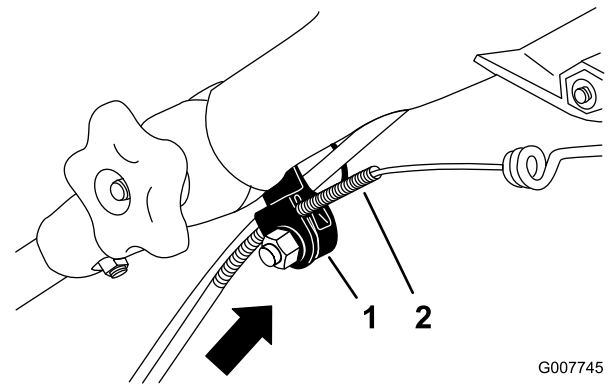

Рисунок 46
**Примечание:** Можно приставить линейку к верхней стороне черного кронштейна тросика и измерить, насколько перемещается верхний конец оболочки тросика (Рисунок 46).